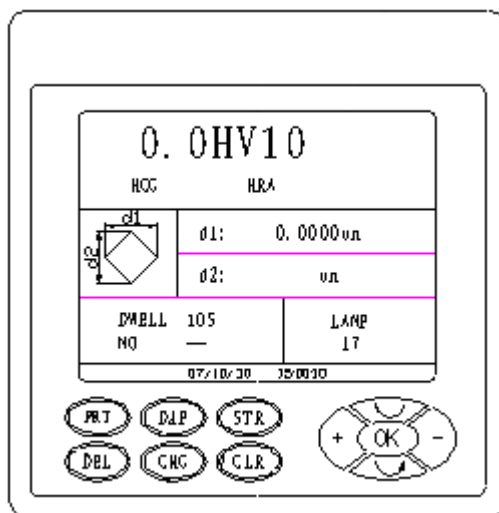

Рисунок 2.3 – Режим измерения
2. При включении прибора загорается подсветка дисплея и прибор входит в режим измерения (рис. 2.3). Поворотная турель (19) установлена таким образом, чтобы индентор располагался посередине, впереди от объективов.